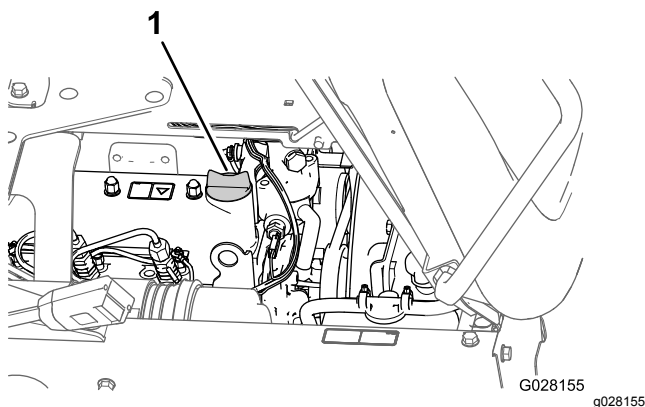

Figura 73
5. Rimuovete il tappo di riempimento dell'olio dal collo del bocchettone del coperchio della valvola del motore e lentamente versate circa l'80% della quantità d'olio specificata nel collo del bocchettone (Figura 73).
8. Montate il tappo di riempimento dell'olio sul collo del bocchettone (Figura 73).